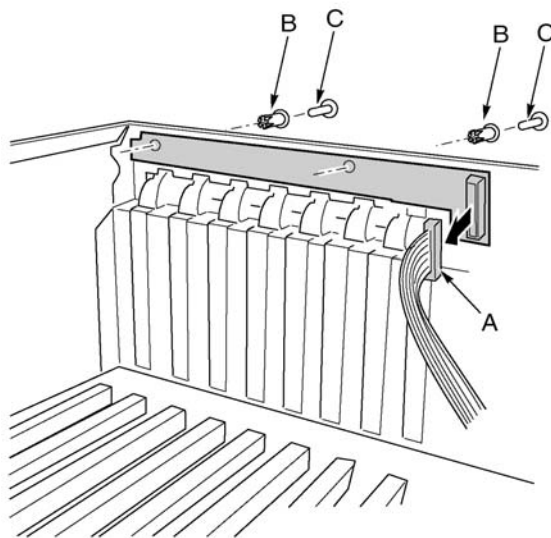

Figura 57 - Rimozione della scheda per gli indicatori delle unità "hot-plug"
- 3 Rimuovere i due rivetti in plastica che fissano la scheda all'alloggiamento elettronica (Figura 57, C).